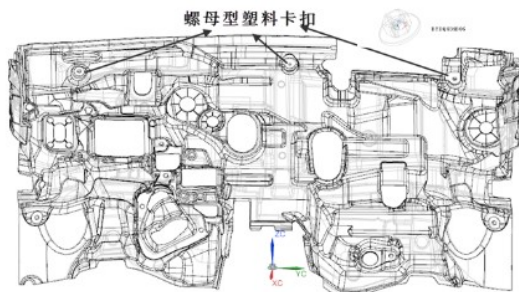

图 6.2 前围隔热层安装位置示意图
- 用手将异型卡扣 BYDQ834B06 拧出来（图 6.2 所示）并取下，把前围隔热层往后从钣金上退出来即可。